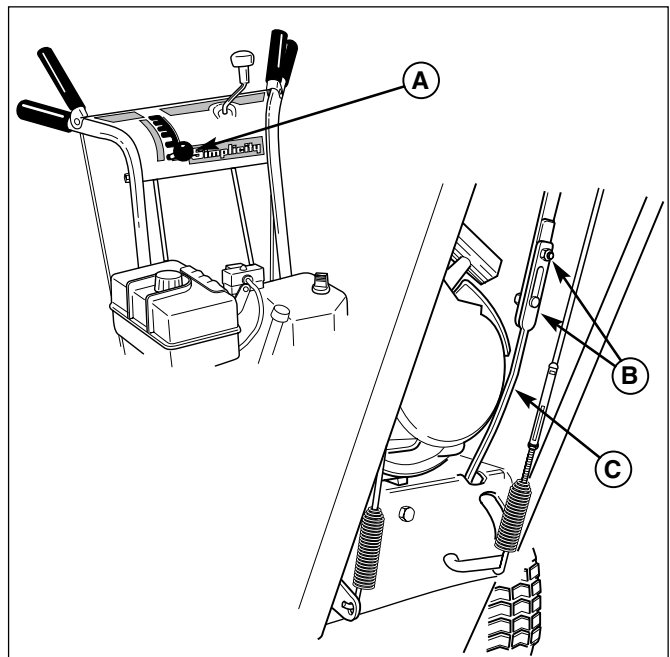

Figure 16. Réglage de la tringlerie du changement de vitesse
1. Déplacer la commande de vitesse au sol (A, Figure 16) complètement vers l'avant.
2. Desserrer la visserie (B) attachant les tiges inférieure et supérieure de levier.
3. Pousser complètement vers le bas la tige inférieure (C) (dans le logement).
4. S'assurer que la commande de vitesse au sol (A) se trouve en 5ème vitesse (complètement vers l'avant). Séparer les deux tiges en les tirant et serrer la visserie (B) des tiges du levier.